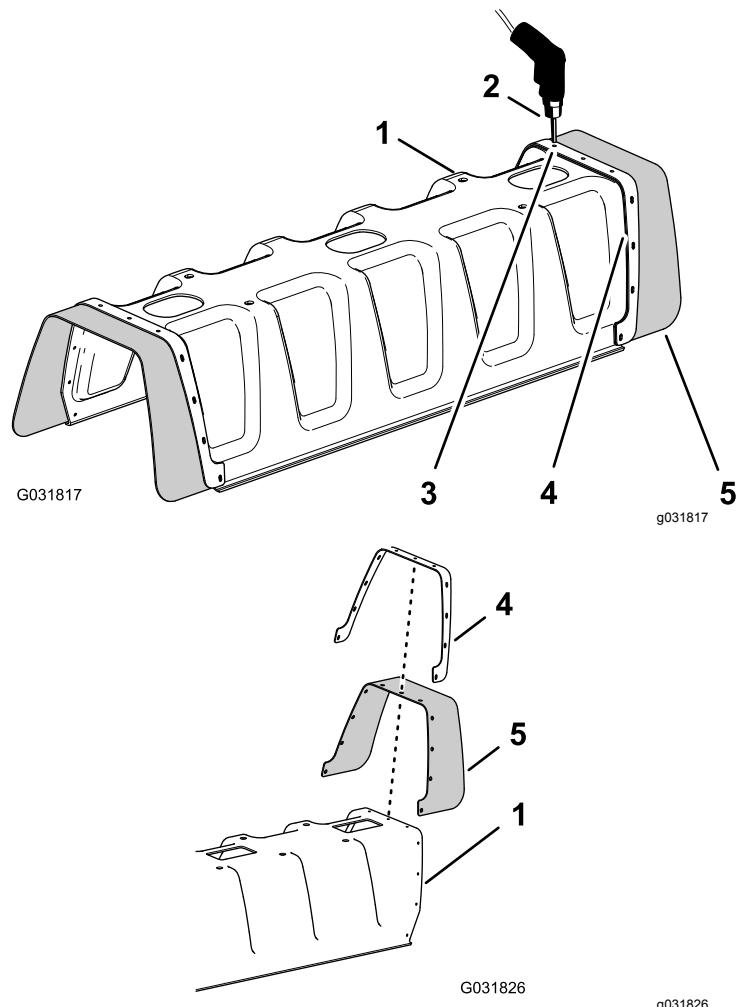

Bild 231
1. Bohren Sie die 11 Blindnieten (Bild 231) mit einem 5-mm-Bohrer aus, mit denen die Verstärkungsplatte (eine Reihe) und die Gummiabdeckung am Ende der 11. Düsenabschnittsabdeckung für den mittleren Auslegerabschnitt befestigt ist, die Sie in Schritt 2 in 10 Entfernen der mittlere Abschnittsabdeckung \(11. Düse\) des optionalen abgedeckten Auslegers \(Seite 24\) entfernt haben.
2. Nehmen Sie die Verstärkungsplatte, die 11 Scheiben (3/16") und die Gummiabdeckung von der 11. Düsenauslegerabdeckung ab (Bild 231).